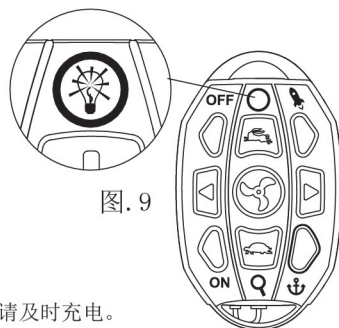

图. 9
4. 按下电源键“OFF”关闭遥控器，指示灯灭。(如图. 9)